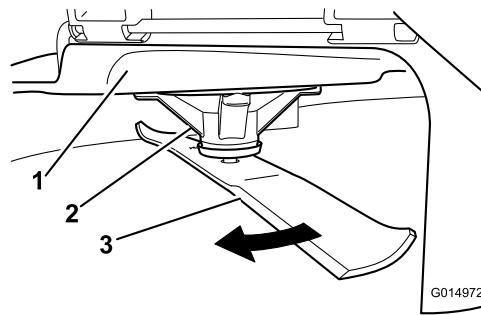

Figura 81
2. Llevando guantes fuertemente accolchados u otro tipo de protección apropiada para las manos, gire la cuchilla lentamente hasta una posición que permita medir la distancia entre el filo de corte y la superficie nivelada en la que descansa la máquina (Figura 81).